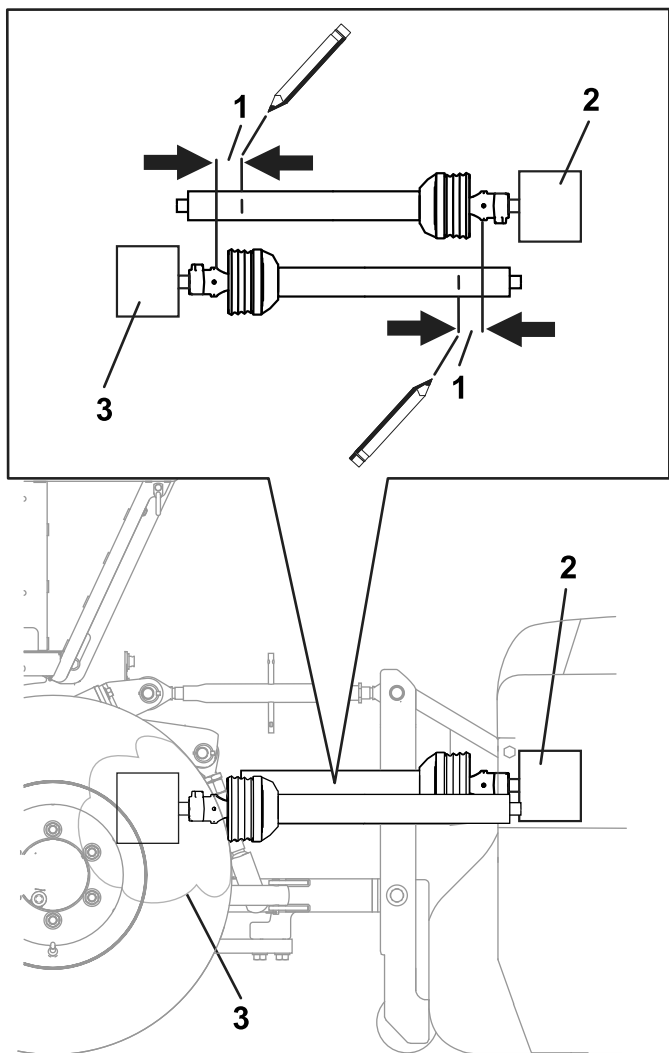

Figure 12
7. Déposez et coupez chaque section au niveau du repère (Figure 12).